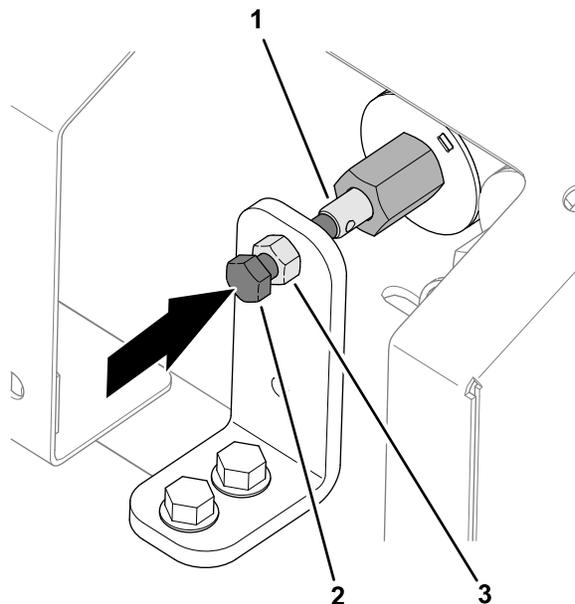

Figura 35
- Afloje la contratuerca en el soporte de anulación manual (**Figura 35**).
- Gire el tornillo de cabeza hexagonal de la anulación de la válvula en sentido horario para aumentar la velocidad del suelo (**Figura 35**).